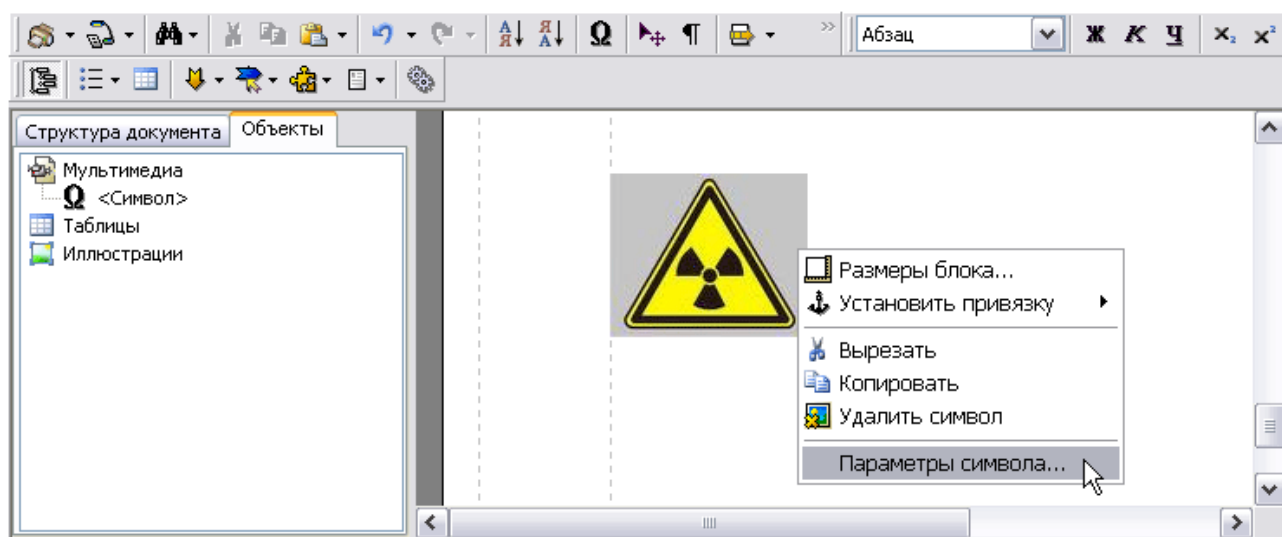

Рис. 5.24
После ввода значений масштаба и разрешения в окне вставки символов нажмите на кнопку . После этого изображение символа появится в документе (Рис. 5.24).
1. Нажмите правой кнопкой мыши на изображение-символ. При этом появится контекстное меню (Рис. 5.24).
2. Выберите из контекстного меню команду **Параметры символа...** (Рис. 5.24).